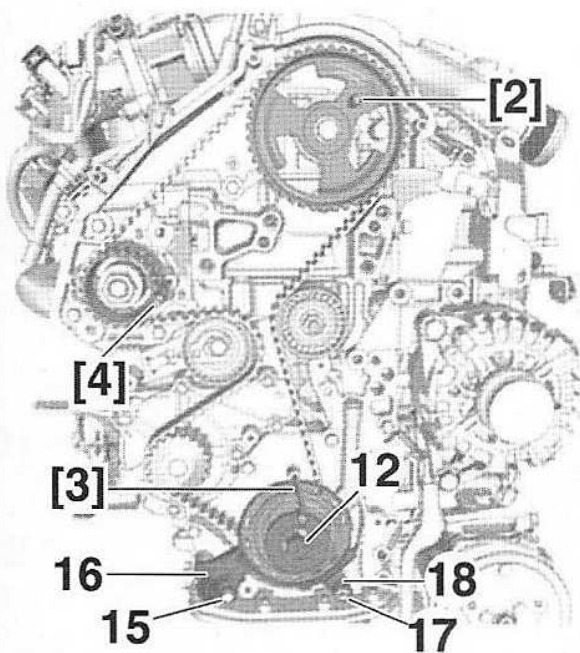

FIG.6
- la vis (15) (Fig.6),
- le capteur de position de vilebrequin (16),
- la vis (17),
- le guide de courroie (18).
- À l'aide de la vis (12), tourner le vilebrequin dans le sens horaire jusqu'à amener la roue dentée d'arbre à cames en position de blocage.